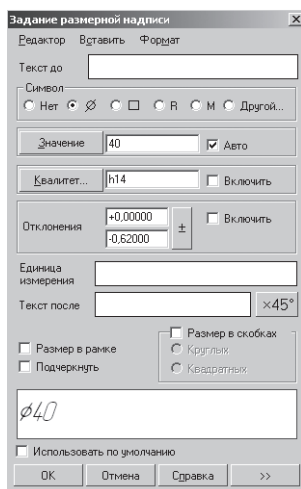

Рис. 353
- посмотрите в поле просмотра в нижней части диалогового окна, в котором отображается текущий вид надписи, в ней появились все нужные элементы (рис. 353). Щелчком по кнопке **ОК** закройте диалоговое окно;